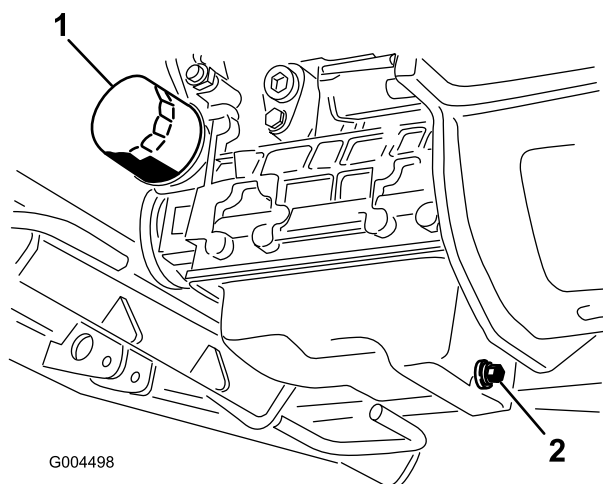

Figure 41
3. Placez un bac de vidange sous le carter en face du bouchon de vidange (Figure 41).
6. Déposez et remplacez le filtre à huile (Figure 41).